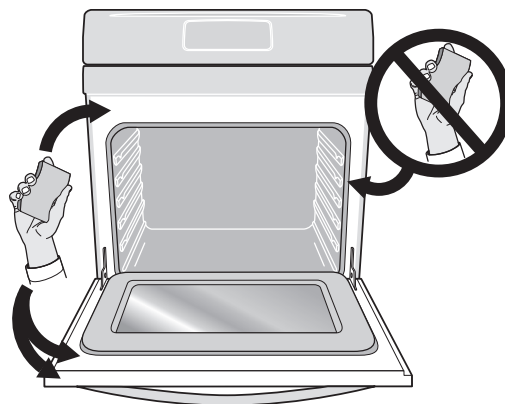

Figura 12: tome nota de las áreas que debe limpiar y las que debe evitar
- No use agentes de limpieza para hornos o capas protectoras en las piezas del interior del horno o alrededor de estas. Limpie toda la suciedad pegada al marco del horno, al revestimiento de la puerta fuera de la junta de la puerta del horno y al área pequeña en la parte delantera central de la parte inferior del horno (figura 12). Estas áreas se calientan lo suficiente como para quemar la suciedad acumulada sobre la superficie. Limpie usando jabón y agua antes de iniciar el ciclo de autolimpieza.
- No limpie la junta de la puerta del horno (figura 12). El tejido del material de la junta es esencial para un buen aislamiento. Se debe tener mucho cuidado de no frotar, dañar ni extraer la junta de la puerta del horno. Esto podría dañar la junta de la puerta y afectar el funcionamiento del horno.